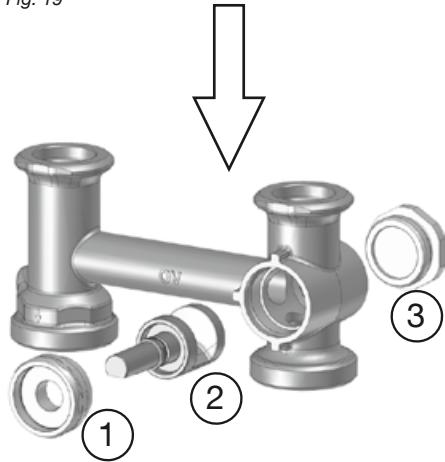

Fig. 20
- Verificare l'allineamento del mandrino sulla valvola miscelatrice. La superficie piatta del mandrino **dove puntare verso il basso e deve essere allineata orizzontalmente** (fig. 20). In questa posizione, la mandata viene chiusa dal mandrino della valvola miscelatrice.